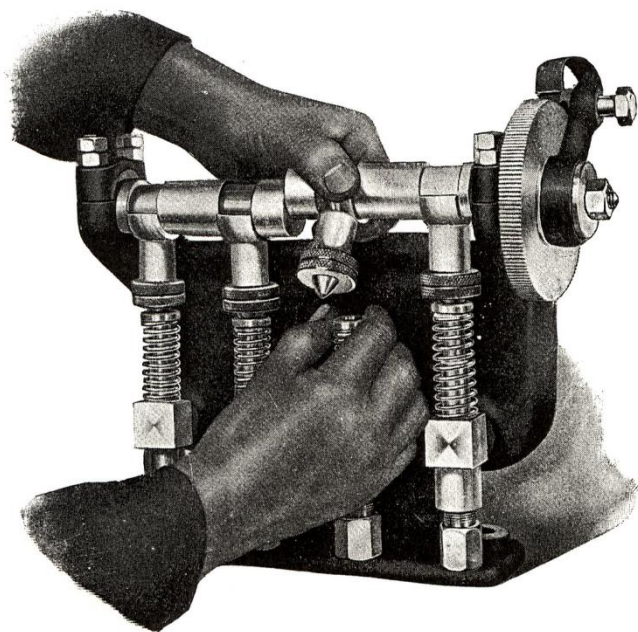

Fig. 12.
Om ett lager af någon anledning börjar »gå varmt», kan man under det motorn är igång lätt afhjälpa felet genom att borttaga mellanstycket (85) till resp. pump genom att först pressa ned pumpstången, hvarpå mellanstyckets undre del svänges utåt och borttages (se fig. 12), hvarpå